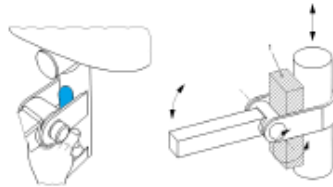

fig 6: exemple a & b
- Pour les zones de liaison pivot (fig 6), le gabarit de 25 mm en forme de doigt (fig 8) doit passer à travers cette ouverture en position extrême, à condition que l'ouverture en question ne permette pas l'accès à une autre zone de coincement.